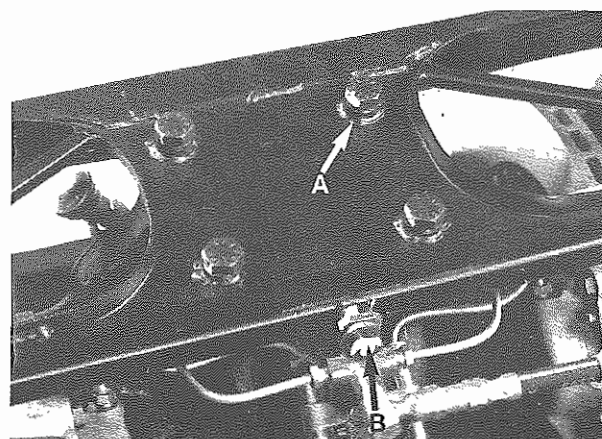

Fig. 28 - A - Viti fissaggio superiore traversa
Allentare le viti di fissaggio superiori traversa (**Fig. 28**).
- Smontare il raccordo spurgo olio freni (**Fig. 28**).
Loosen upper cross member fixing screws (**Fig. 28**).
- Disassemble brake oil drain connector (**Fig. 28**).